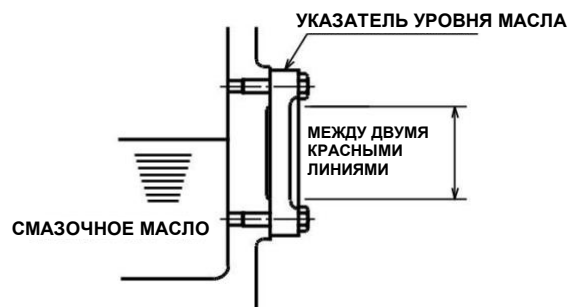

Рисунок 3-2 Указатель уровня смазочного масла
- Ежедневно проверяйте уровень масла. В случае необходимости залейте масло, так, чтобы его уровень находился между двумя красными линиями. (Рис. 3-2).